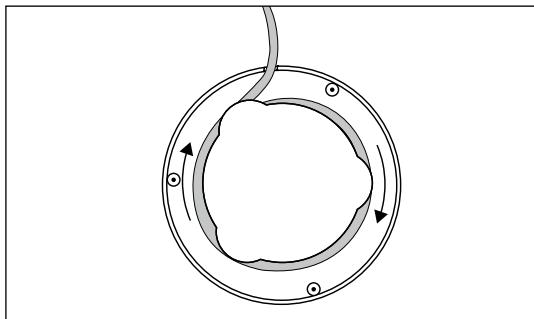

Fig. 1
- Enroulez toujours le cordon d'alimentation dans le sens horaire autour de l'enroulement de câble ⑤. C'est la seule manière de réduire la longueur du cordon à un minimum et de faire passer le cordon d'alimentation par l'encoche que comporte le socle ④ (voir fig. 1).